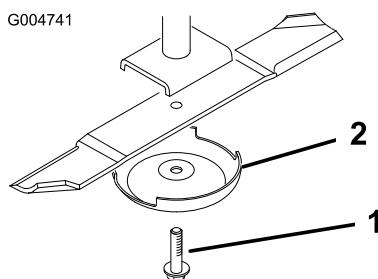

Рисунок 99
- Возьмитесь за конец ножа, используя ветошь или перчатку на толстой подкладке, отверните болт ножа, снимите защитный колпак и нож с вала шпинделя (Рисунок 99).